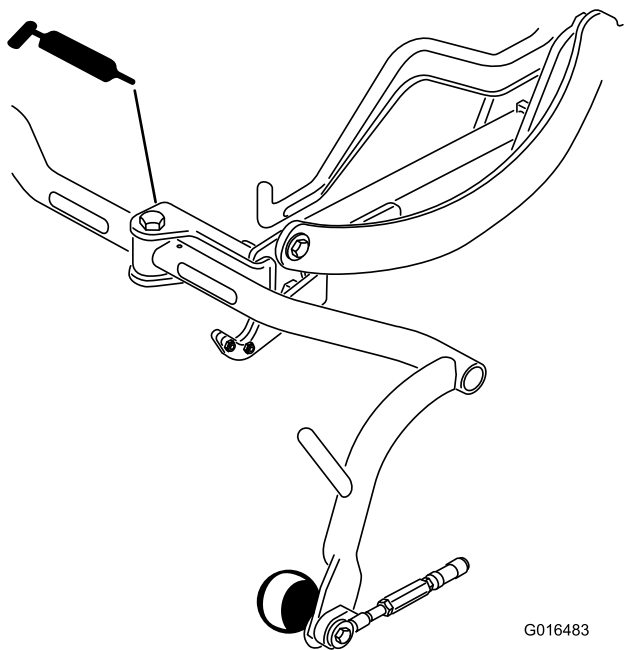

Рисунок 36
- Шарнир несущей рамы (3) (Рисунок 36)